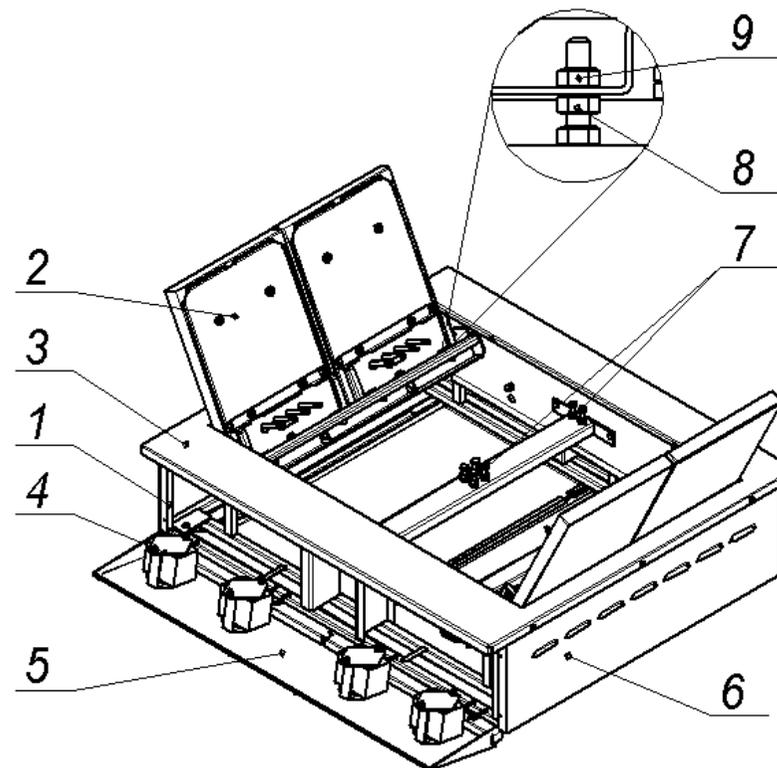

Рис. 2
4.3 Собственно плита (рис.2) установлена на каркасную раму (рис.1, поз.2) и состоит из каркаса (поз.1), с закреплёнными на нём 4-мя конфорками (поз.2), столом (поз.3), облицовочными (поз.6) и приборной панелью (поз.5).
4.3.3 Для обслуживания и санитарной уборки, плита оборудована (см. рис.1) выдвижными поддонами (поз.5), так же обеспечен (см. рис.2) свободный доступ к внутренним поверхностям плиты:
7.2 Установите рукоятки переключателей мощности конфорок (рис.2, поз.4) в положения I, II или III (должны загореться сигнальные лампы) в зависимости от требований технологии тепловой обработки продуктов.